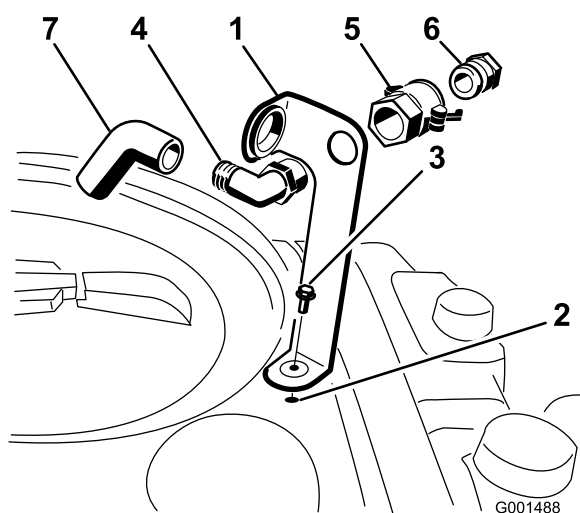

Figura 3
parafuso de cabeça flangeada (5/16 x 3/4 pol.) (Figura 3).
- Coloque a parte roscada da ligação de cotovelo de 90° no suporte e aparafuse o acoplador rápido, fixando-o ao suporte (Figura 3).
- Instale o adaptador da tubagem no acoplador rápido (Figura 3).
- Bloqueie o adaptador na posição correcta, girando as alavancas em direcção ao adaptador, e depois fixe-as com os pernos de gancho (Figura 3).
- Coloque o tubo anti-sifão pela abertura larga no suporte e pela extremidade dentada da ligação de cotovelo de 90° (Figura 3).